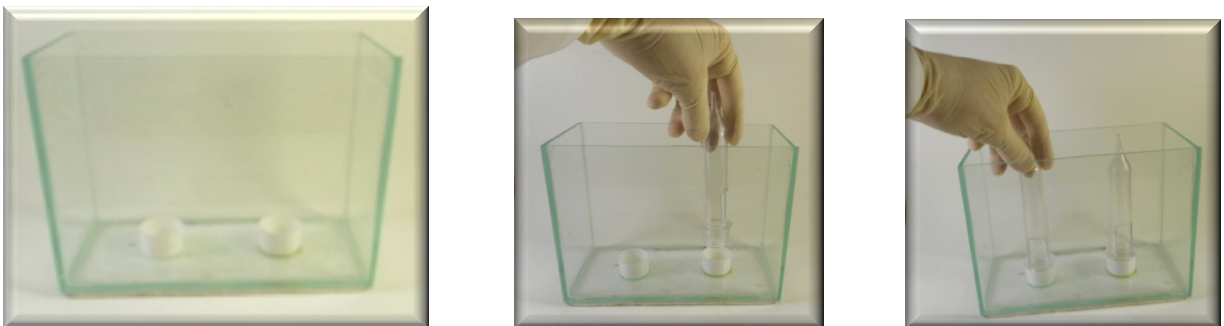

Figura 43 - Posicionamento dos tubos de ensaio
Passo 2) Devemos agora utilizar o aquário e posicionar os tubos de ensaio para a eletrólise. A fixação dos tubos é feita de forma simples, uma vez que as tampas do tubo já estão coladas ao fundo do aquário e basta atarraxar cada tubo em uma tampa, deixando a abertura dos tubos voltadas para frente, conforme figura 43.